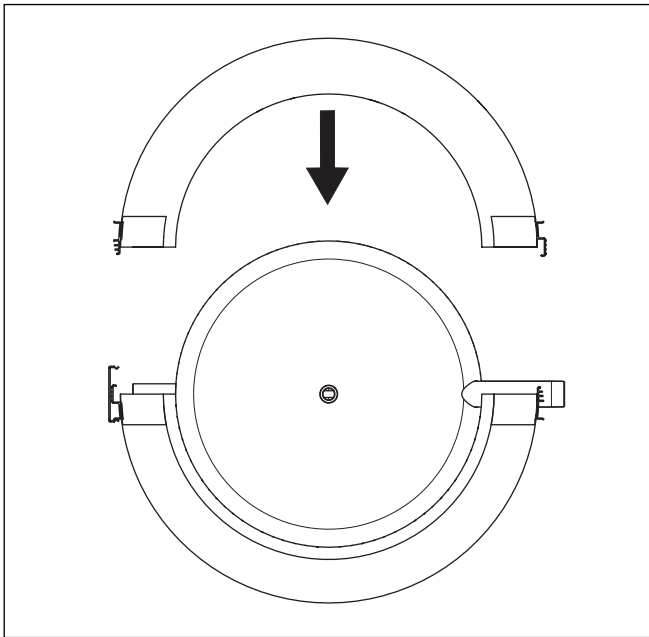

Abb. 4.7 Rechte Halbschale aufstecken (von oben)
- Pressen Sie die Halbschalen so an den Pufferspeicher, dass die Klemmleisten vorn in die erste Rastung (1) einrasten.
- Pressen Sie die Klemmleisten vorn bis zur letzten Rastung (2) zusammen.
- Stellen Sie die von vorn gesehene linke Halbschale, wie in Abb. 4.7 gezeigt, um den Pufferspeicher.
- Stellen Sie die von vorn gesehene rechte Halbschale wie in Abb. 4.7 gezeigt um den Pufferspeicher.